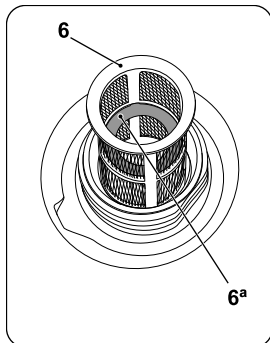

рис. 13
При заправке убедитесь в наличии топливного фильтра (6) (рис. 13) в баке. Не допускайте попадания пыли, грязи, воды и других инородных веществ в топливо.
Не заливайте топливо выше красного кольца (6a), установленного в топливном фильтре (рис. 13), иначе позже, во время работы, оно может перелиться, когда нагреется и увеличится в объеме. Перед запуском двигателя тщательно вытрите пролитое топливо с корпуса и глушителя генератора.